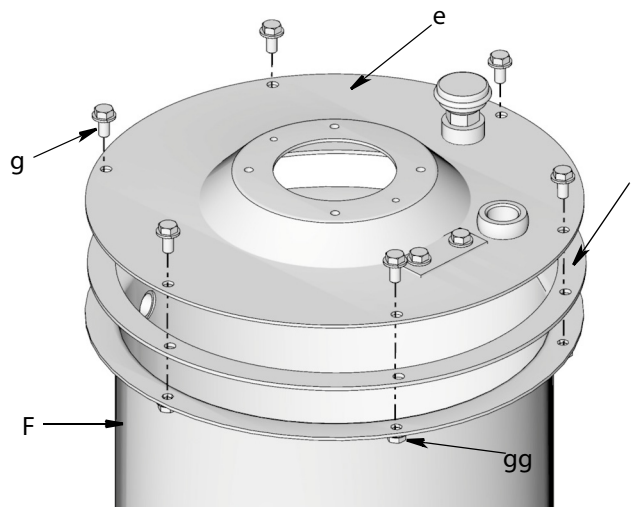

Рис. 5
5. Выкрутите болты (g) и гайки (gg), которыми крепится крышка (e) к резервуару (F) (Рис. 5). Сохраните эти детали для последующей сборки.
6. Снимите крышку (e) и прокладку (j) (Рис. 5). Сохраните эти детали для последующей сборки.